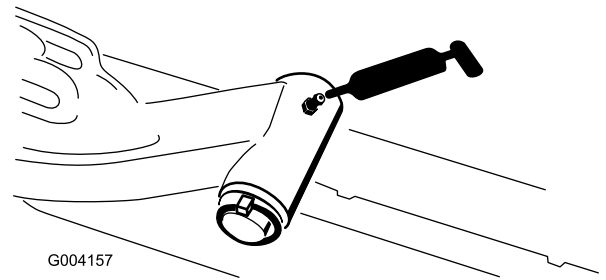

Figure 55
- Axe de pivot des bras de relevage (x 1) (Figure 55)